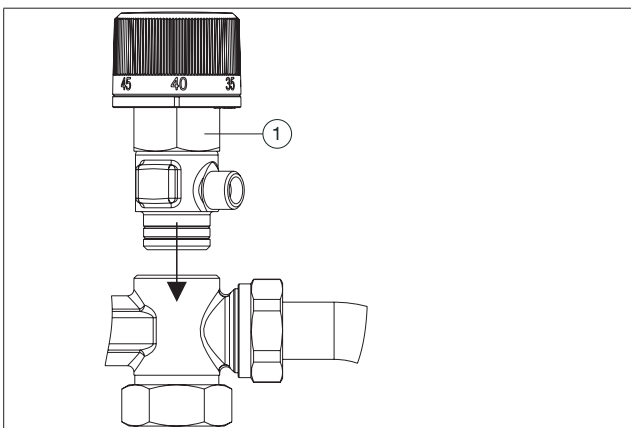
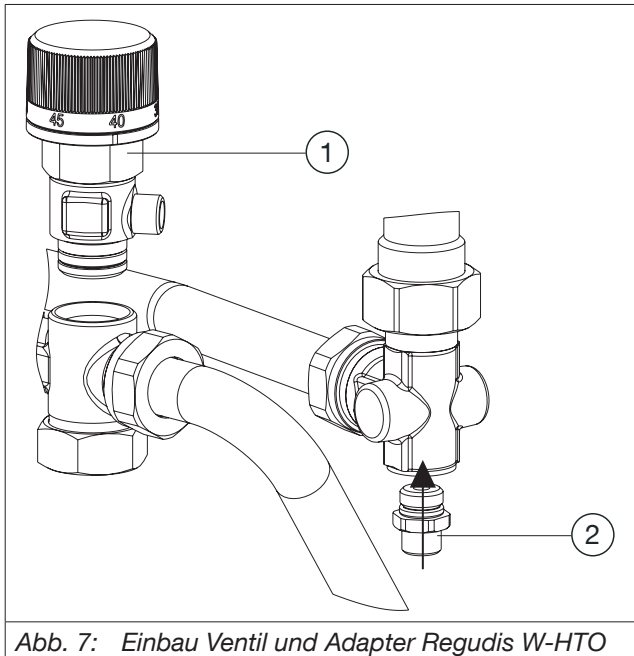

Abb. 4: Einbau Ventil Regudis W-HTU/TU und Regudis W-HTF
Abb. 7: Einbau Ventil und Adapter Regudis W-HTO
(1) Überwurfmutter SW 32
(2) Adapter SW 16
7. Schrauben Sie das Ventil in den Verteiler (siehe Abb. 4). Beachten Sie die Ausrichtung des Ventils (die weiße Markierung des Handrads muss nach vorne zeigen). Schrauben Sie das Gehäuse so weit ein, bis der Dichtring vollständig vom Gehäuse verdeckt ist, dann ist die Verbindung selbstdichtend.
Winkel (siehe Abb. 7).
6. Schrauben Sie das Ventil in den Verteiler (siehe Abb. 4). Beachten Sie die Ausrichtung des Ventils (die Anzeige 45° muss nach vorne zeigen). Schrauben Sie das Gehäuse so weit ein, bis der Dichtring vollständig vom Gehäuse verdeckt ist, dann ist die Verbindung selbstdichtend (siehe Abb. 7).